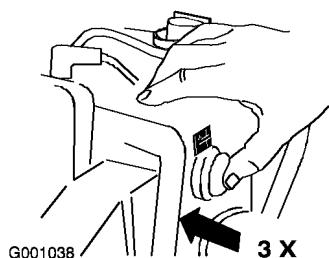

Figura 23
- Con il pollice, spingete tre volte lo starter con forza, lasciandolo inserito ogni volta per un secondo prima di rilasciarlo (Figura 23).